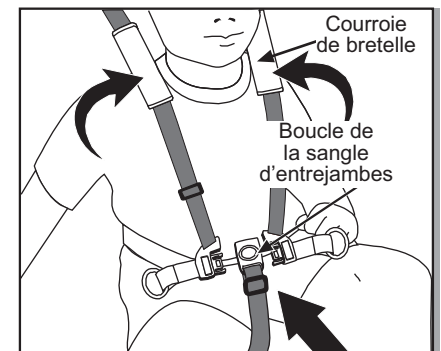

Fig. 17 Attacher les sangles et la boucle.
- Installer l'enfant dans le siège. Faire passer une sangle par-dessus chaque épaule. Faire passer la sangle entre les jambes (Fig. 17).